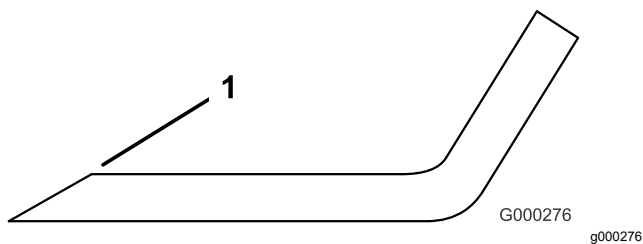

Рисунок 132
3. Проверьте режущие кромки всех ножей и заточите их, если они затупились или имеют зазубрины (Рисунок 132).
**Примечание:** Чтобы ножи всегда оставались острыми, затачивайте только верхнюю сторону режущей кромки и сохраняйте первоначальный угол заточки (Рисунок 132). Балансировка ножа не нарушается, если с обеих режущих кромок удаляется одинаковое количество материала.